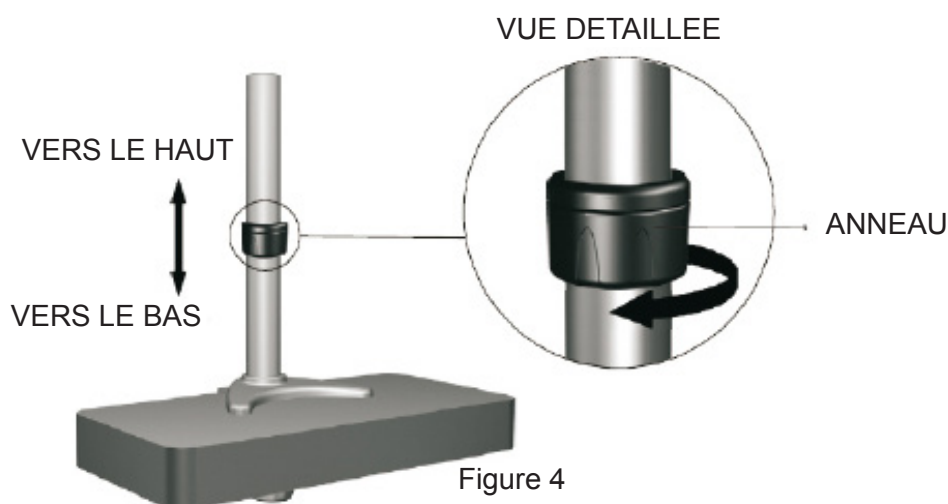

Figure 4
3. Placer l'anneau à la hauteur souhaitée, il faudra desserrer la bague comme indiqué. Serrer à la main jusqu'il soit solidement fixé. (voir figure 4)